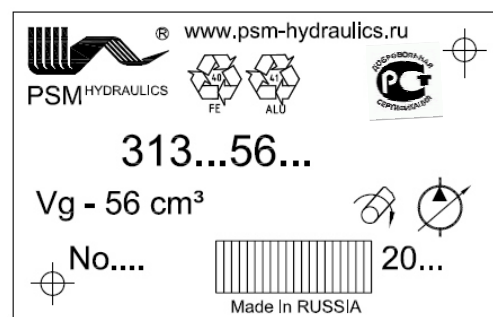

Рис. 5
1.8.1 Маркировка изделия выполнена на табличке (пример на рис. 5), прикрепленной на корпусе, и содержит следующие сведения: